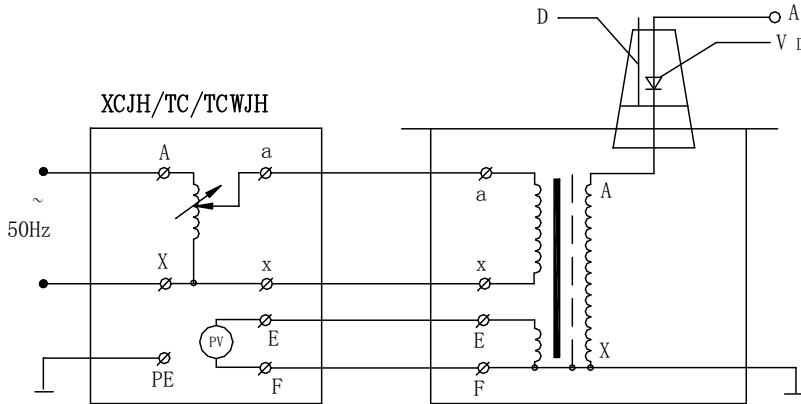

图 4：单台 TDM (G) 交直流试验变压器原理图
2、单台 TDM (G) 试验变压器的工作原理图见图 4，图中高压套管中装有高压硅堆，串接在高压回路中作半波整流，以获得直流高电压。当用一短路杆将高压硅堆短接时，可获得工频高电压，作为交流输出状态；取消短路杆时，作为直流输出状态。